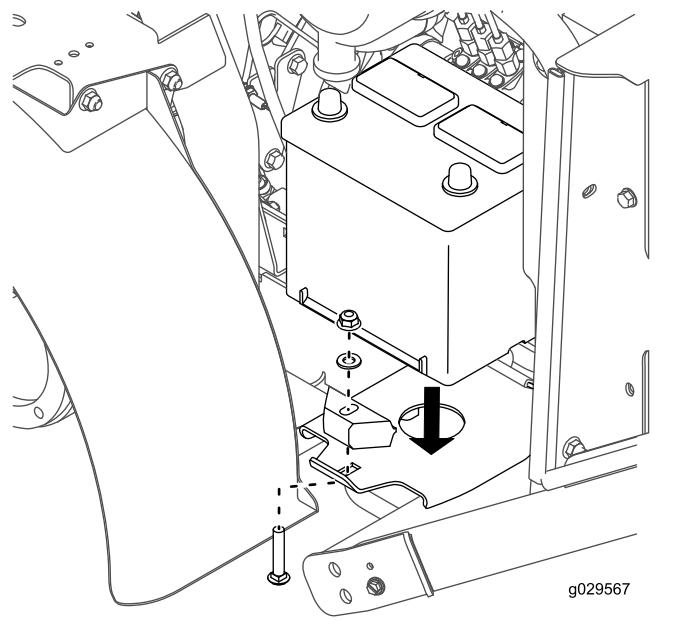

Figura 25
- Montate, senza fissarla saldamente, la batteria sulla base della batteria con il bullone a testa tonda, il dispositivo di fissaggio, la rondella e il dado precedentemente rimossi (Figura 25).